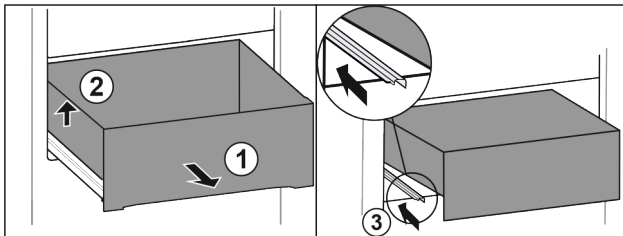

Fig. 68
- ▶ Vytiahnite zásuvku až na doraz. Fig. 68 (1)
- ▶ Nadvihnite zásuvku doľava. Fig. 68 (2)
- ▶ Zasuňte ľavú koľajničku. Fig. 68 (3)